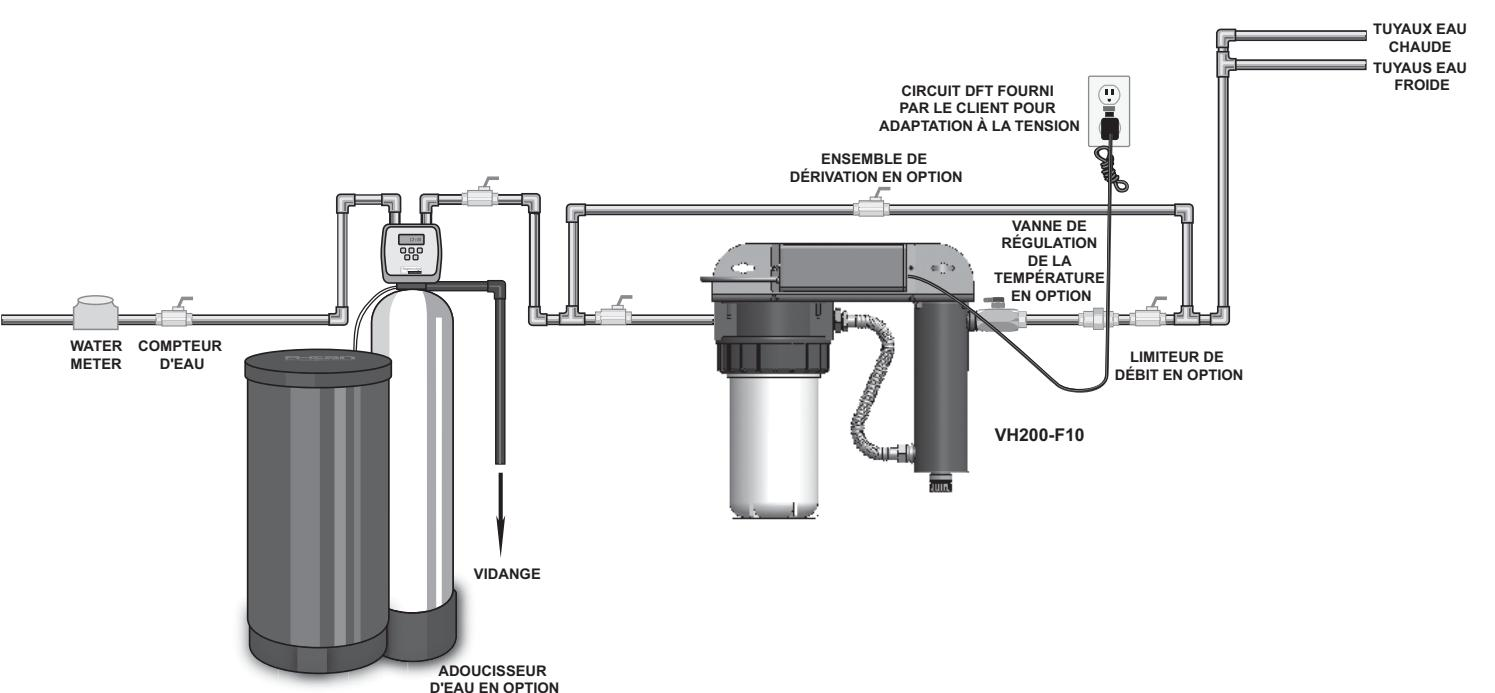

Figure 2 Système de désinfection
- La Figure 2 décrit l'installation d'un système d'eau potable typique et des composants connexes qui peuvent être utilisés pour l'installation. L'utilisation d'un ensemble de dérivation est recommandée dans le cas où le système nécessite une maintenance « hors ligne ». Dans ce cas, il faut noter que le système nécessitera une désinfection supplémentaire pour le système de distribution si de l'eau est utilisée pendant la dérivation. De plus, pendant la dérivation, l'eau NE sera PAS désinfectée et une étiquette « NE PAS CONSOMMER L'EAU » doit physiquement être installée sur l'ensemble de dérivation jusqu'à ce que le système soit assaini et à nouveau en service. Veuillez consulter la Section 3.2 pour la procédure complète de désinfection. Si l'eau doit être consommée pendant que le système est hors ligne, l'eau doit être bouillie pendant deux minutes avant d'être consommée.